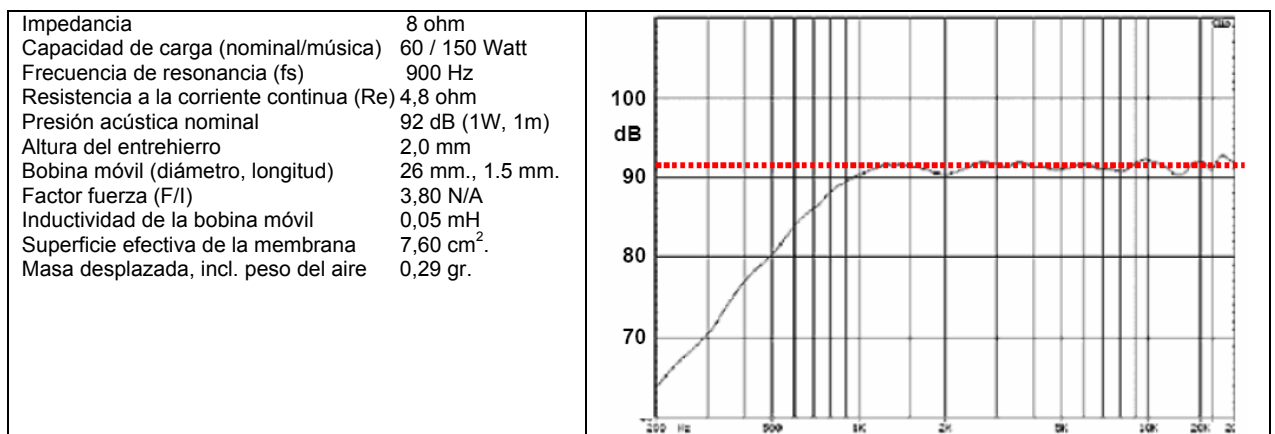

Imagen 5.7: Ficha técnica de un altavoz de agudos conocido
3) Colóquese en el menú ‘**Overlay**’ → ‘**Generate Overlay Filterresponse**’ un objetivo que reproduzca la respuesta de frecuencia de la especificación mostrada en la Imagen 5.7.